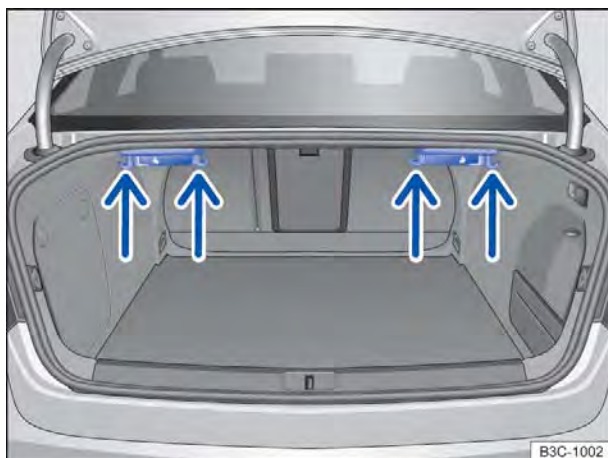

Fig. 98 No compartimento de bagagem: ganchos para sacolas (variante 1).
- Pendurar sacolas em um dos ganchos para sacolas ⇒ Fig. 98 (seta).